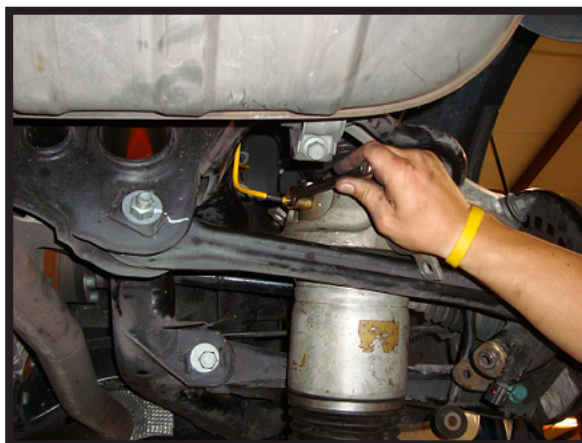

FIGURA 10-4
7. APPOGGIARE L'AMMORTIZZATORE SUI BRACCI SUPERIORI E SCOLLEGARE IL RACCORDO DELLA TUBAZIONE DELL'ARIA DALLA VALVOLA PNEUMATICA. SMONTARE IL RACCORDO DELLA TUBAZIONE DELL'ARIA DALLA TUBAZIONE, E SCARTARLO. (FIGURA 10-4)